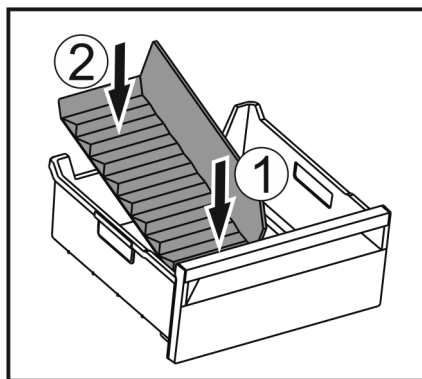

Fig. 177
- ▶ Installer la partie avant du séparateur de congélateur. Fig. 177 (1)
- ▶ Abaisser la partie arrière du séparateur de congélateur jusqu'au fond du tiroir. Fig. 177 (2)